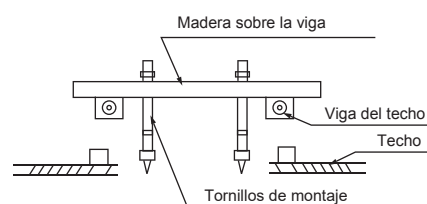

fig.5-3
- Por favor vea la fig.5-3 y fig.5-4 para la distancia de los tornillos de montaje.